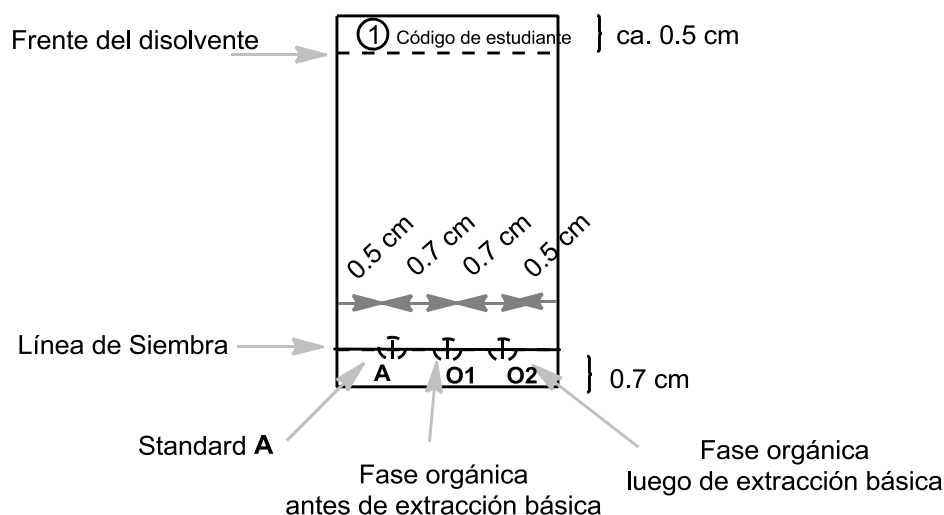

Figura 2. Instrucciones para la preparación de la placa de TLC.
- Prepara la placa de TLC y verifícala antes de usarla. Las placas sin usar que estén dañadas serán reemplazadas si lo solicitas, sin penalización. Usa un lápiz para dibujar la línea de siembra y marca las posiciones para sembrar las muestras. Escribe el número **1** en un círculo y **tu código de estudiante** en la parte superior de la placa como se muestra en la Figura 2. Disuelve la muestra de 2-acetofenona que está en el vial (rotulado como **Standard A**) en aprox. 2 cm³ de etanol (aproximadamente 1 pipeta Pasteur de vidrio llena). Marca las tres posiciones para sembrar y etiquétalas como **A**, **O1** y **O2**. Siembra 1 μL (1 marca del capilar de 5 μL) de la muestra **Standard A** y de las fases orgánicas combinadas del paso II.3 (**O1**). Sembrarás **O2** más tarde.